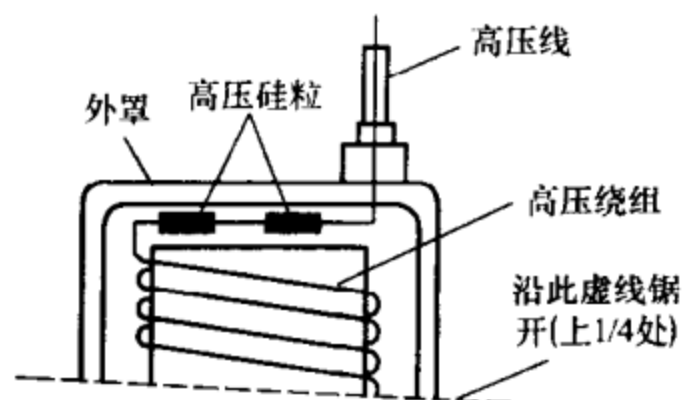

图 3-4 硅柱与高压绕组连接示意图
(1) 找一废弃的一体化行输出变压器，从整体高度上部的 $1/4$ 处用钢锯锯断，便可发现与高压绕组一端相串联的、由两个棕色硅粒组成的弧形硅柱，如图 3-4 所示，与高压绕组连接的一端为正极。用锋利的刀尖仔细将浇注的环氧树脂切去后便可得到硅粒。